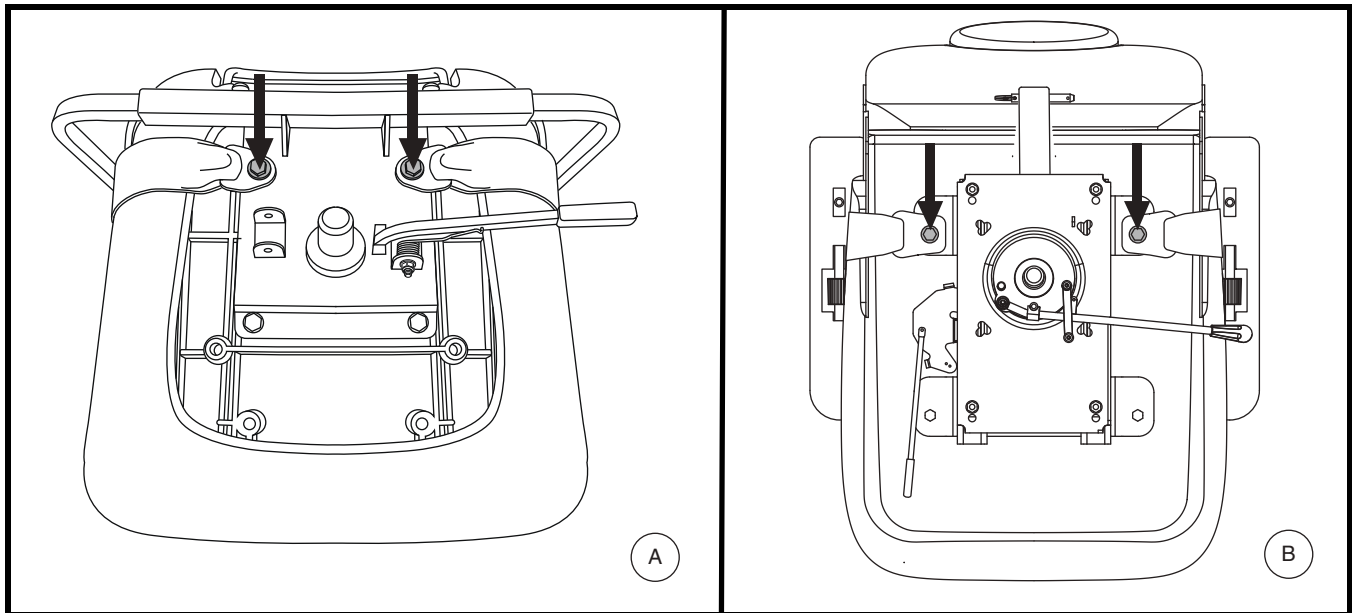

Abb. 19. Befestigungsschrauben des Rückhaltegurts
Ihr Elektromobil ist mit einem KFZ-typischen Rückhaltegurt ausgestattet, der dem Benutzer angepaßt werden kann. **Siehe Abb. 19.** Der Rückhaltegurt wurde konzipiert, um ein Auf- oder Abwärtsrutschen des Fahrers zu verhindern. Der Rückhaltegurt ist nicht als Rückhaltesystem entwickelt worden.
2. Sitz umdrehen, um die Unterseite einzusehen. **Siehe Abb. 19.**